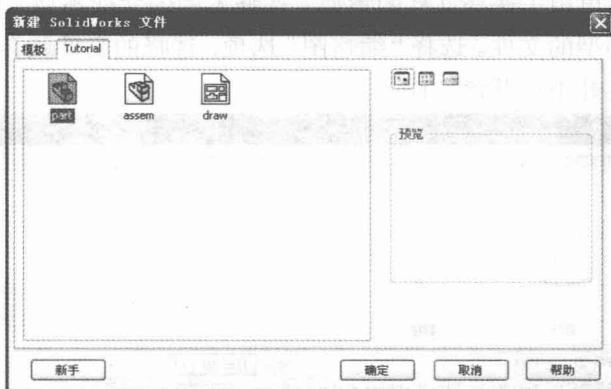
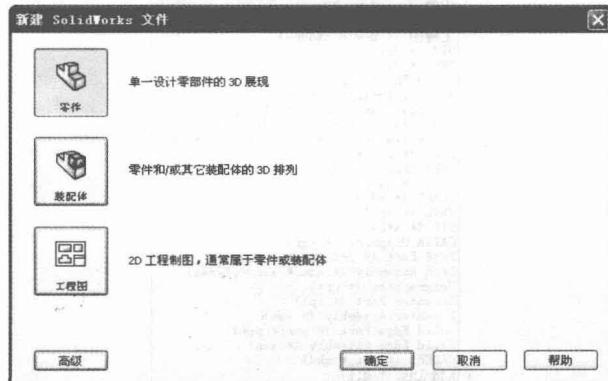

图 1-3 “新建 SolidWorks 文件”对话框
图 1-4 新手版本“新建 SolidWorks 文件”对话框
- (1) 执行命令。执行“文件”→“新建”菜单命令，或者单击“标准”工具栏中的“新建”图标按钮，执行新建文件命令。
- (2) 选择文件类型。此时系统弹出如图 1-3 所示的“新建 SolidWorks 文件”对话框。在该对话框中有三个图标，分别是零件、装配体及工程图三个图标。单击对话框中需要创建文件类型的图标，然后单击“确定”按钮，就可以建立相应类型的文件。
高级版本在各个标签上显示模板图标的话语框，当您选择某一文件类型时，模板预览出现在预览框中。在该版本中，用户可以保存模板添加自己的标签，也可以选择 tutorial 标签来访问指导教程模板，如图 1-3 所示。
单击图 1-3 中的“新手”按钮就会进入新手版本显示模式，如图 1-4 所示。该版本中使用较简单的对话框，提供零件、装配体和工程图文档的说明。